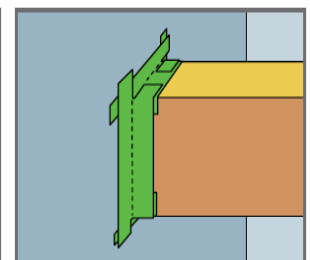

Bild 8
**BILD 8:** Zum Einbinden von Sparren wird die Bahn mit ca. 3 – 4 cm am Sparren entlang geführt und mit STÖ UNI luftdicht in die Fläche eingebunden. Alternativ kann der Sparren auch mit STÖ NR. 1 eingebunden werden. Hierbei sind die Eckstöße zusätzlich mit STÖ UNI abzusichern.